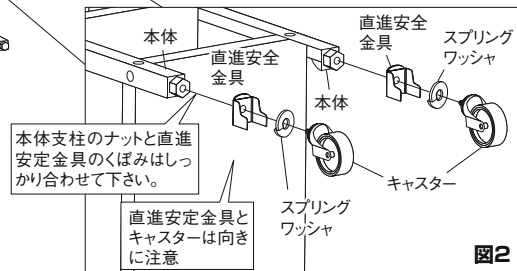

図2
- ①キャスターを支柱に取付けられないままワゴンを最後まで組立てます。(組立て方は各ワゴンの取扱説明書を参照して下さい)
- ②ワゴンの取手の反対側にある支柱に直進安定金具とキャスターを取付けます。(スーパーラックワゴンはどちらか片側2つの支柱に取付けます。) 図2のように直進安定金具、スプリングワッシャ、キャスターの順に支柱のナット部分にはめ込み、板スパナで締めます。(向きに注意)
- ③反対側2輪は通常の組立方法通り、スプリングワッシャ、キャスターの順にねじ込み、板スパナで締めます。